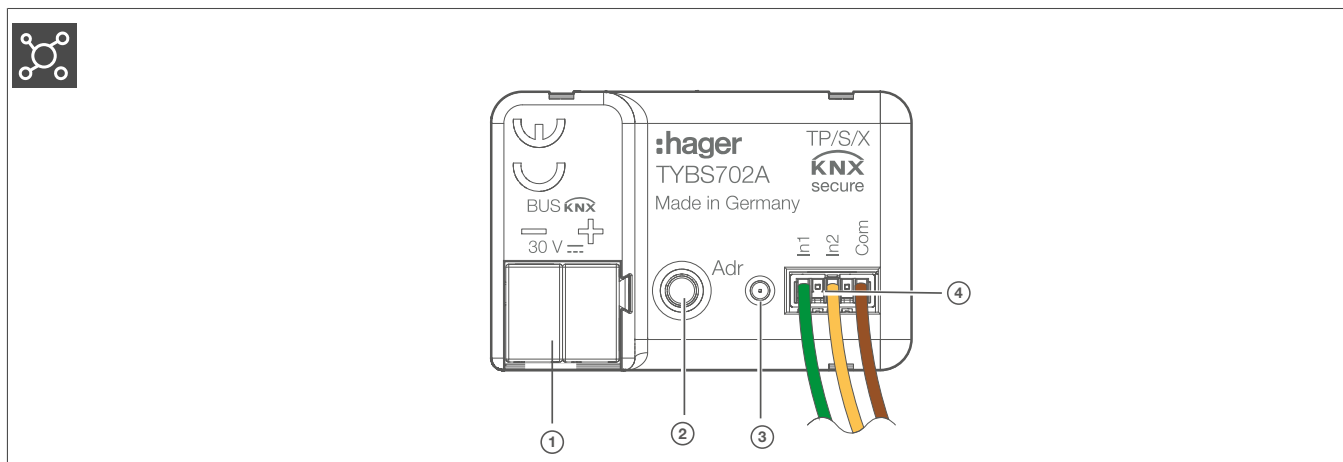
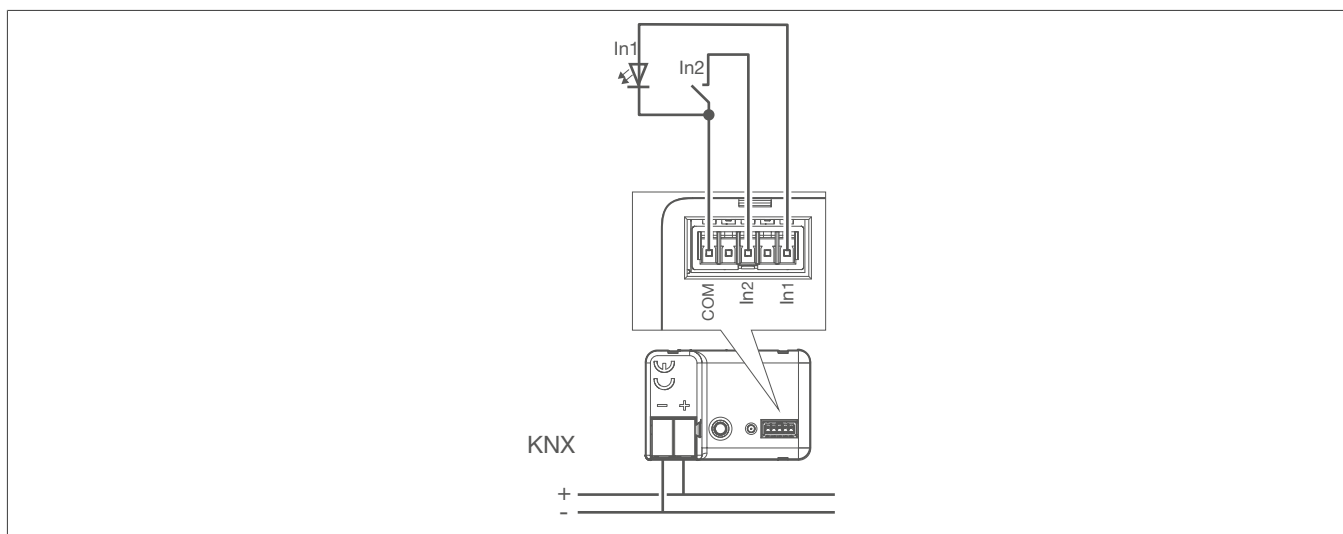

Fig. 2 : Composition de l'appareil TYBS702A
Fig. 5 : Exemple de raccordement, interface à bouton-poussoir 2 entrées
- 4 Connecter les boutons-poussoirs, les interrupteurs, les contacts, les LED ou les NTC avec les câbles fournis selon les exemples de raccordement (Fig. 2/4) (Fig. 5). Les fils non utilisés doivent être isolés.
- ① Mettre sous tension.
- ② La tension bus est présente.
- ③ Appuyer sur le bouton de programmation (Fig. 2/2).
La LED de programmation (Fig. 2/3) s'allume.